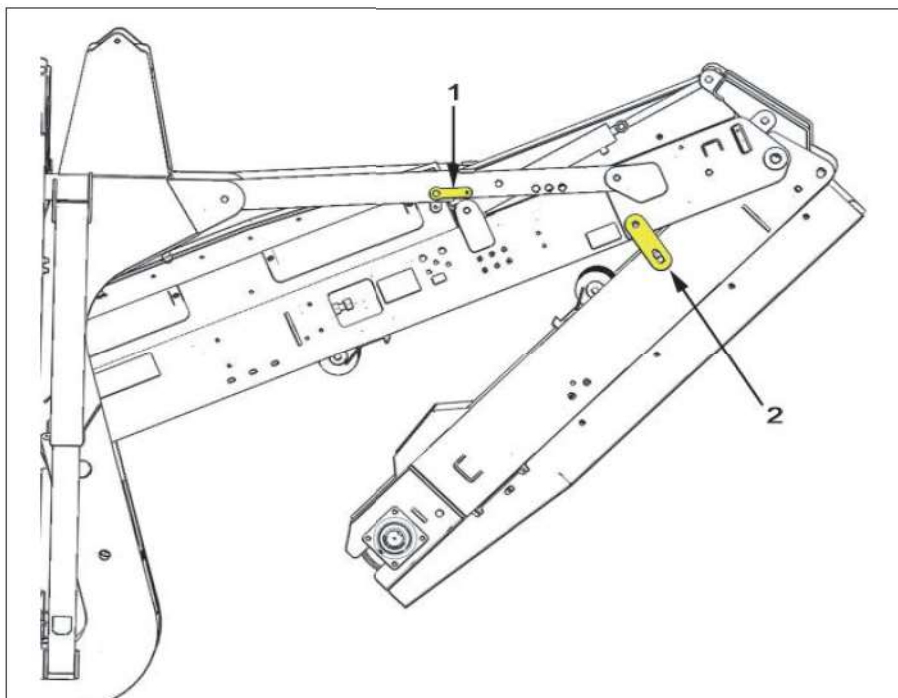

Figure 5.7 - Pennen van transportpositie van transportband achteraan
4. Steek de pennen (1) weer in wanneer de eindband zich op de correcte transporthoogte bevindt, zie afb. 5.7.
5. Bevestig transportsteunen aan de achterzijde aan weerszijden van de eindband (2) op afb. 5.7.